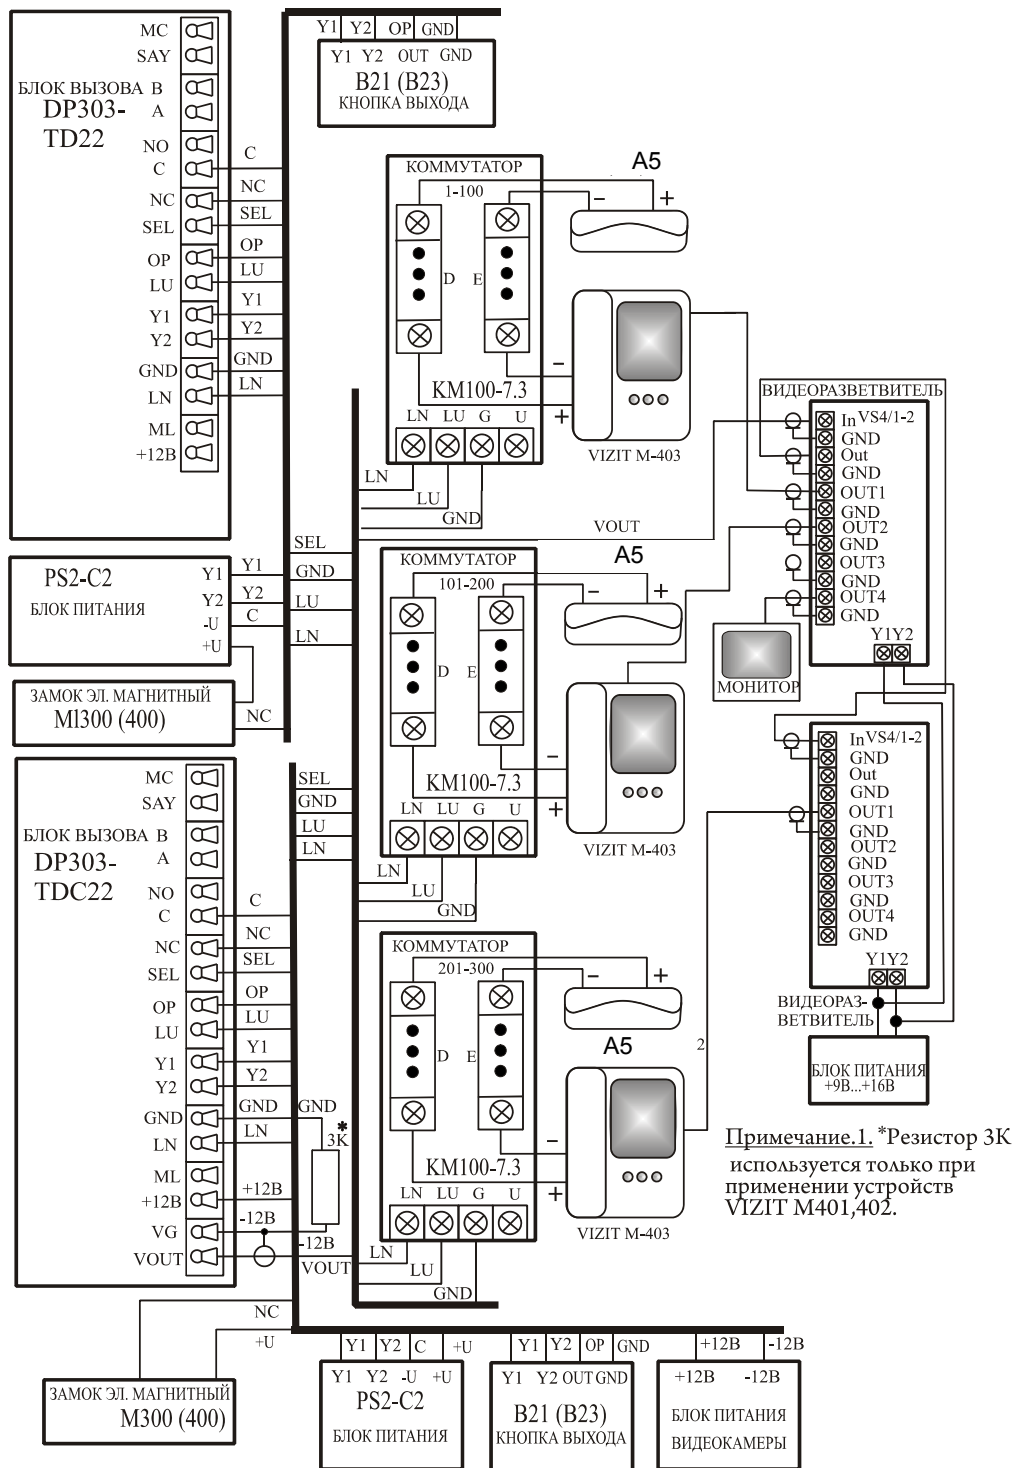

Рис.3 Пример схемы подключения DP303-TDC22 в составе домофонного комплекса.
- "занято" – показывает, что разговорная линия занята другим блоком вызова, параллельно подключенному к данному блоку вызова (см.рис. 3)
Блок вызова соединяется с остальными блоками системы согласно приведенной монтажной схеме (рис.3).
Для подключения БВ с видеокамерой необходимо использовать дополнительный блок питания видеокамеры стабилизированным напряжением 12 В и током не менее 150 мА (например БП1-А). Выходной видеосигнал подается на вход видеоразветвителя или монитор по коаксиальному кабелю волновым сопротивлением 75 Ом. Схема подключения DP303-TDC22 представлена на рис. 3.
Блок питания подключается к замку и блоку вызова согласно приведенной монтажной схеме (рис.3). Блок питания и коммутатор имеет специальные клеммные колодки для подключения проводов с соответствующими обозначениями. Для подключения блока питания к сети 220 В **обязательно(!)** должна быть установлена розетка.
С абонентскими пультами коммутатор соединяется согласно приведенной монтажной схеме (рис.3) по двум десятипроводным шинам, проложенным в стояке
Пульт подключается к соответствующим проводам (клемма «+» пульты к шине десятков D0..D9 коммутатора, клемма «-» к шине единиц E0..E9 коммутатора). Схема соединений блоков комплекса приведена на рис.3.
Электромагнитный замок подключается к блоку питания и к блоку вызова согласно схеме на рис.3. Цепи коммутации электромагнитного замка в блоке вызова содержат схему размагничивания. При подключении следует соблюдать полярность напряжения, указанную на схеме, во избежание выхода из строя блока вызова.